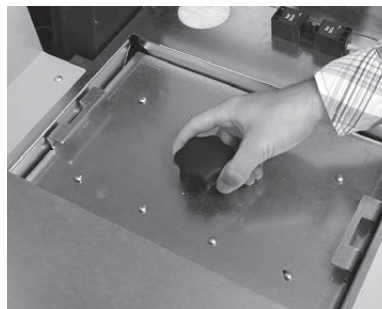
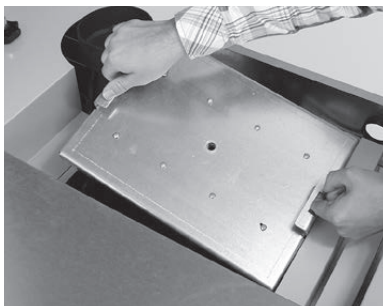

Fig. 80 Verschraubung aufdrehen
Fig. 81 Deckel herausheben
- ▶ Verschraubung beim Deckel aufdrehen und Deckel herausheben – Fig. 80, Fig. 81.